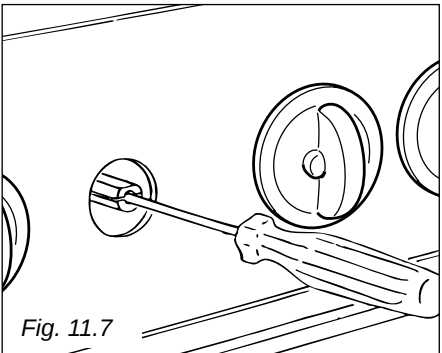

Fig. 11.7
- à l'aide d'un tournevis mince tourner la vis à l'intérieur de la tige jusqu'au moment où l'on obtient le réglage correct (Fig. 11.7).